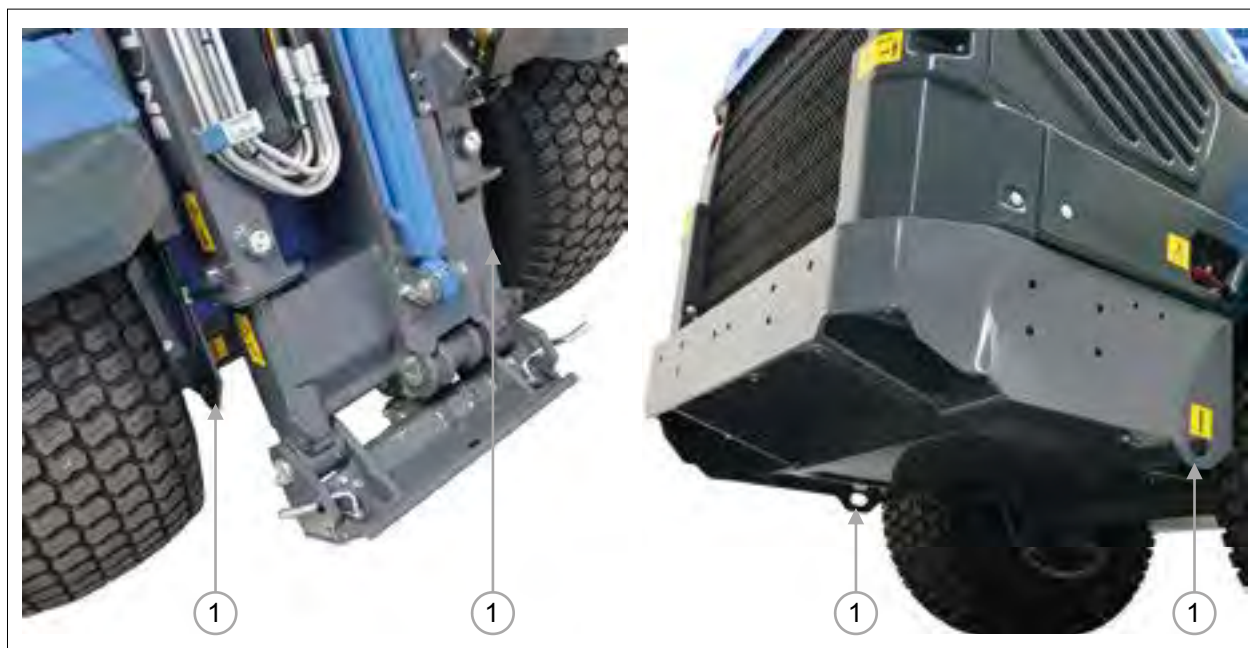

FIG. 17
- 8) Sørg for at fastgøre maskinen til transportkøretøjets platform med reb, bælter og hjulklemmer, som er egnet til denne brug, ved hjælp af fastgøringspunkterne (FIG. 17 - Ref. 1) på maskinen.